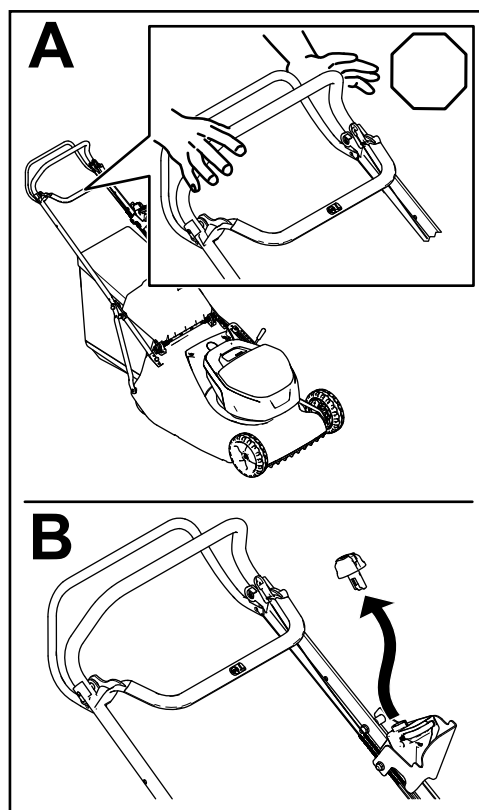

Figura 21
1. Liberte a barra de controlo da lâmina (A de Figura 21).
2. Remova o botão de arranque elétrico do interruptor de arranque elétrico (B da Figura 21).